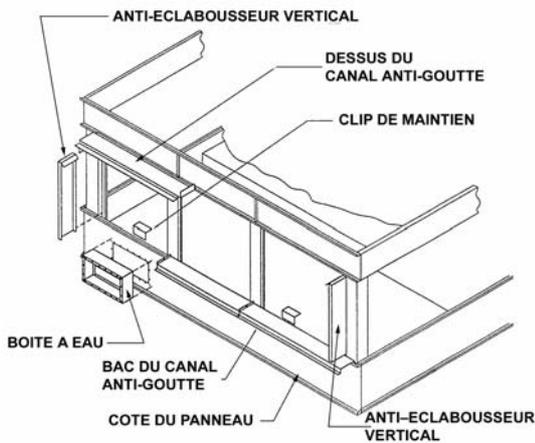

Figure 8 - Canal anti-goutte et Anti-eclabousseur, pour modèles de 4.9-5.3 et 7.3 m de largeur.
10. Attacher les sections de canaux anti-gouttes ensemble, côté par côté, en fixant les vis de 6mm à travers la section avec les grands trous dans le côté de fixation avec les petits trous. Sur les unités en acier inoxydable seront utilisés des boulons, rondelles et écrous de 6mm en acier inoxydable. ( Voir Figure 8.)